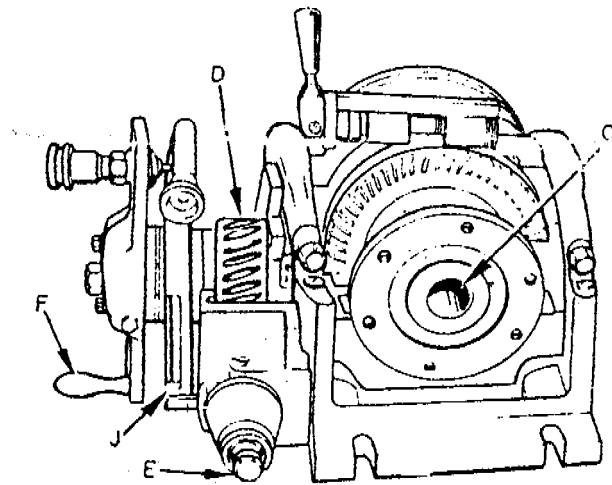

Figura 2
*Cadena cinemática.* Como principio universal en la figura 2 se indican el mecanismo que pone en movimiento al material para obtener las divisiones o las curvas por construir.
**FUNCIONAMIENTO ( Figura 2 )**